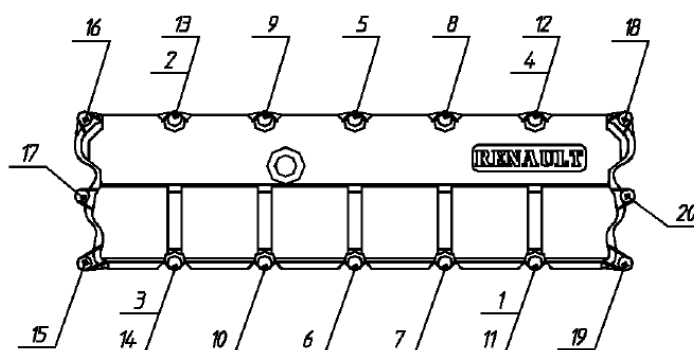

图25 气缸盖罩安装拧紧顺序
8.34.1 将气缸盖罩总成放到缸盖安装位置上，用 16 个安装螺栓带垫块将盖罩固定，然后按图 25 所示顺序分两步拧紧。